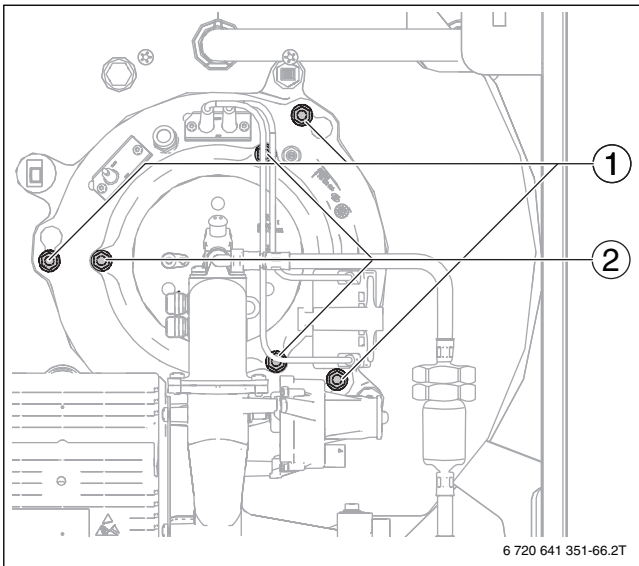

Bild 76 Befestigungsmuttern lösen
- ▶ Befestigungsmuttern am Brennerflansch (→Bild 76, [1]) lösen.
- ▶ Befestigungsmuttern am Brennergehäuse (→Bild 76 [2], Seite 47) entfernen.